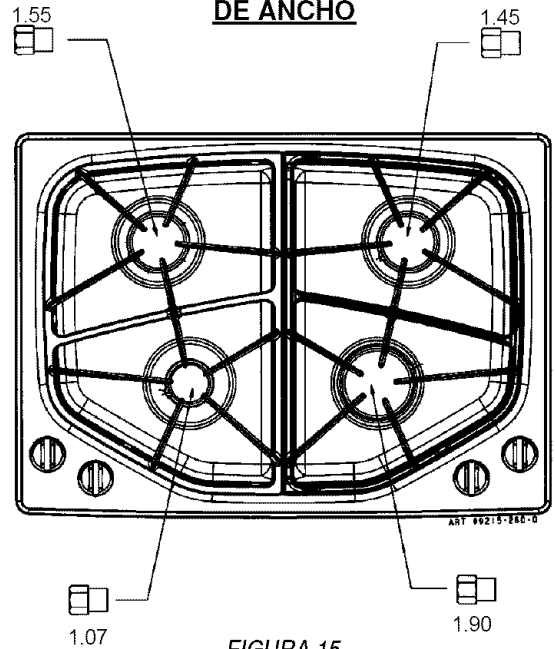

FIGURA 15
4. Para el paso 5: Encuentre los puntales de orificio de gas natural que se instalaron originalmente en este electrodoméstico antes de que se convirtiera para usarse con gas LP. Vea el número de cada uno de los puntales y anote la ubicación correcta del quemador de cada puntal según se muestra en la figura 15 ó 16.
Las clasificaciones de entrada especificadas se muestran en la figura 15 más adelante.